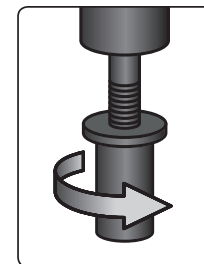

Fig. 4
4) Ajuste la rotación del portabrocas en sentido horario y deje de sujetar el adaptador con la mano para que pueda girar libremente. A continuación, sujete la tuerca de remache con una mano y enrosque el eje central roscado del adaptador en ella (Fig. 4). La tuerca de remache debe enroscarse en el eje en la orientación que se muestra en la Fig. 4; de lo contrario, no se podrá tirar de la tuerca de remache.